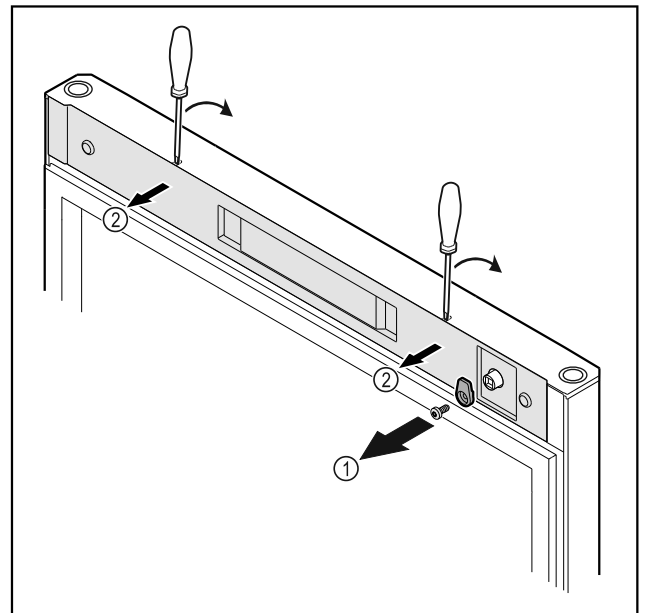

Fig. 22
- ▶ Відкрити запірний гачок Fig. 22 (1).
- ▶ За допомогою малої викрутки зніміть з фіксатора кришку Fig. 22 (2) і видалить.